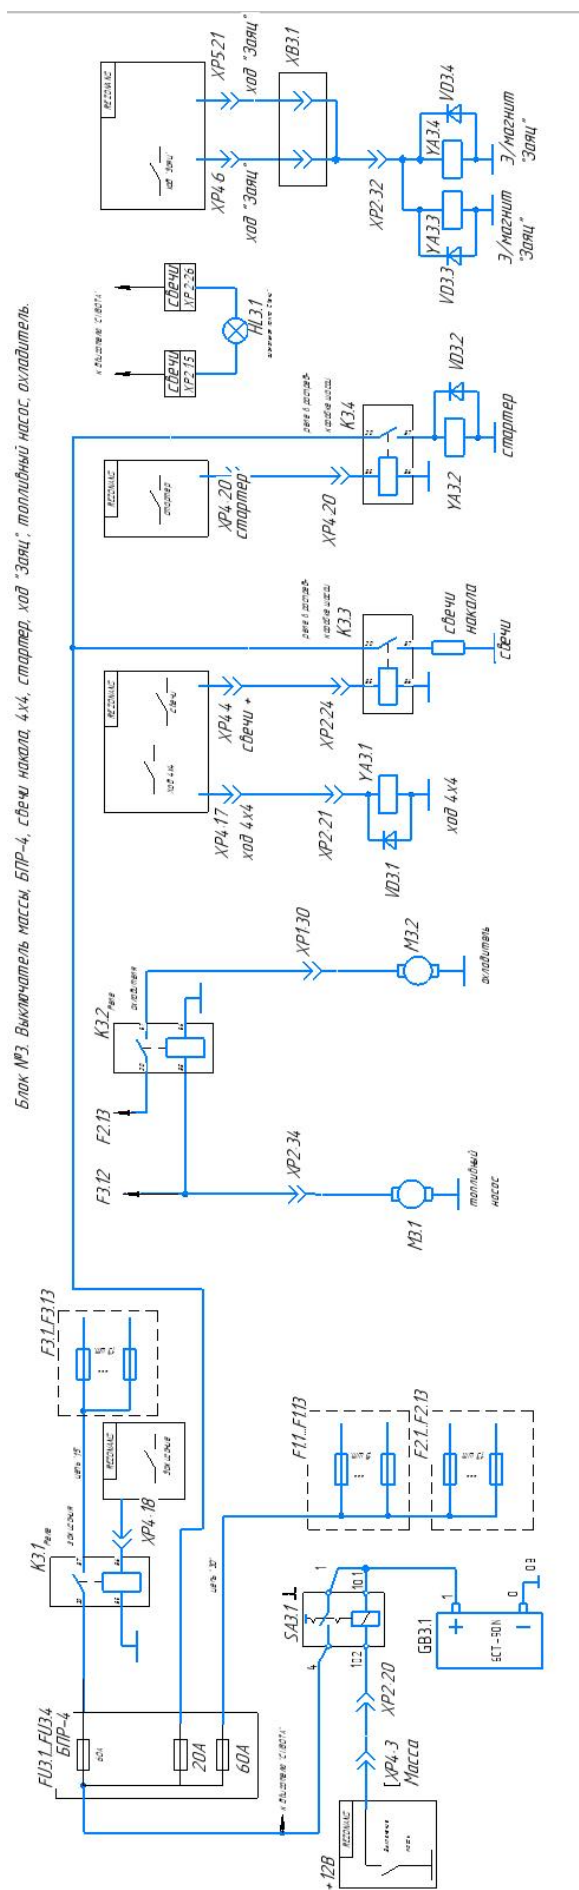

Рис. 16.3 – Блок схема электрическая принципиальная
- Рис. 16.3 Блок схема эл. принципиальная силовое подключение.